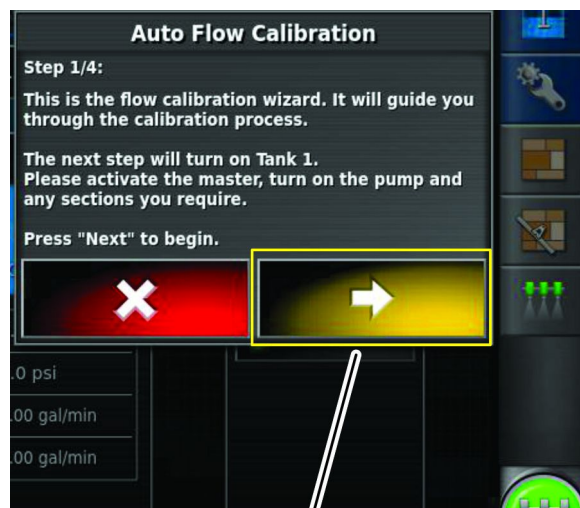

図 167
2. 手動モードアイコンを押してレートコントローラを手動モードにする 図 167。
8. 必要に応じ、要求されている散布率アイコンを押し、アクティブなノズルの流量を画面内キーパッド 図 167 から入力する。